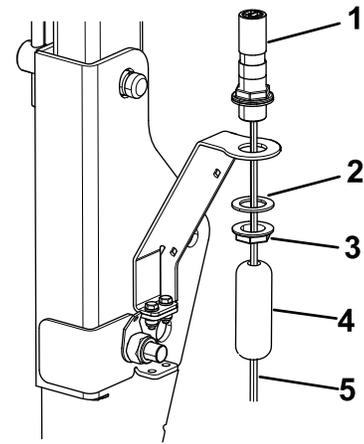

Bild 11
- Befestigen Sie die Rundumleuchte an der Rundumleuchtenhalterung (Bild 11).